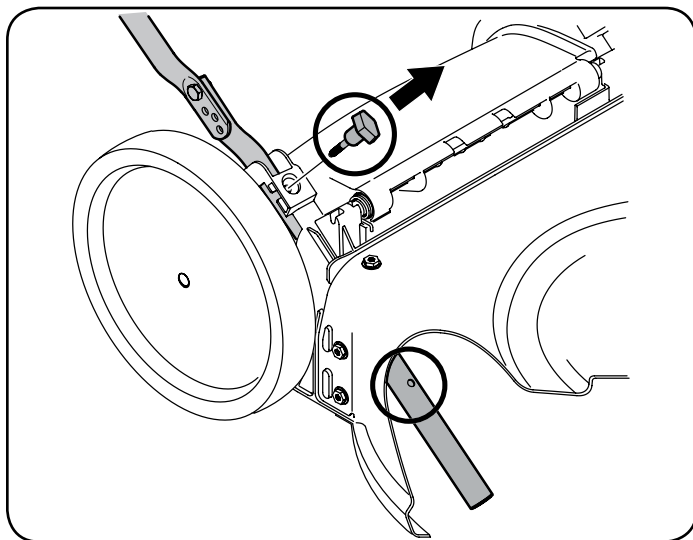

Figura 6
7. La guía de la cuerda, que está conectada a la varilla de sostén, se encuentra sobre el lado derecho de la manija inferior. Vea la Figura 6.
- d. Utilice abrazaderas de cable proporcionados para asegurar el control de la cuchilla y cables de la unidad a la manija inferior como se muestra en la Figura 6.